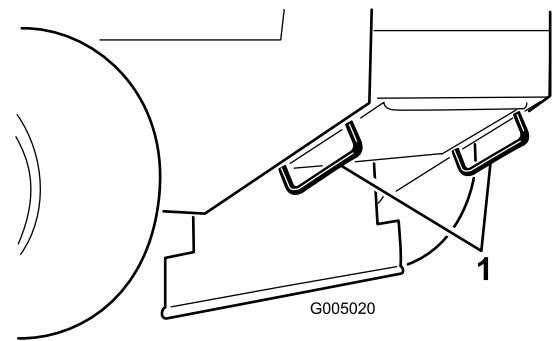

Figura 15
5. Utilice los puntos de amarre de la máquina para sujetar la máquina firmemente al vehículo de remolque con correas, cadenas, cables o cuerdas (Figura 15).